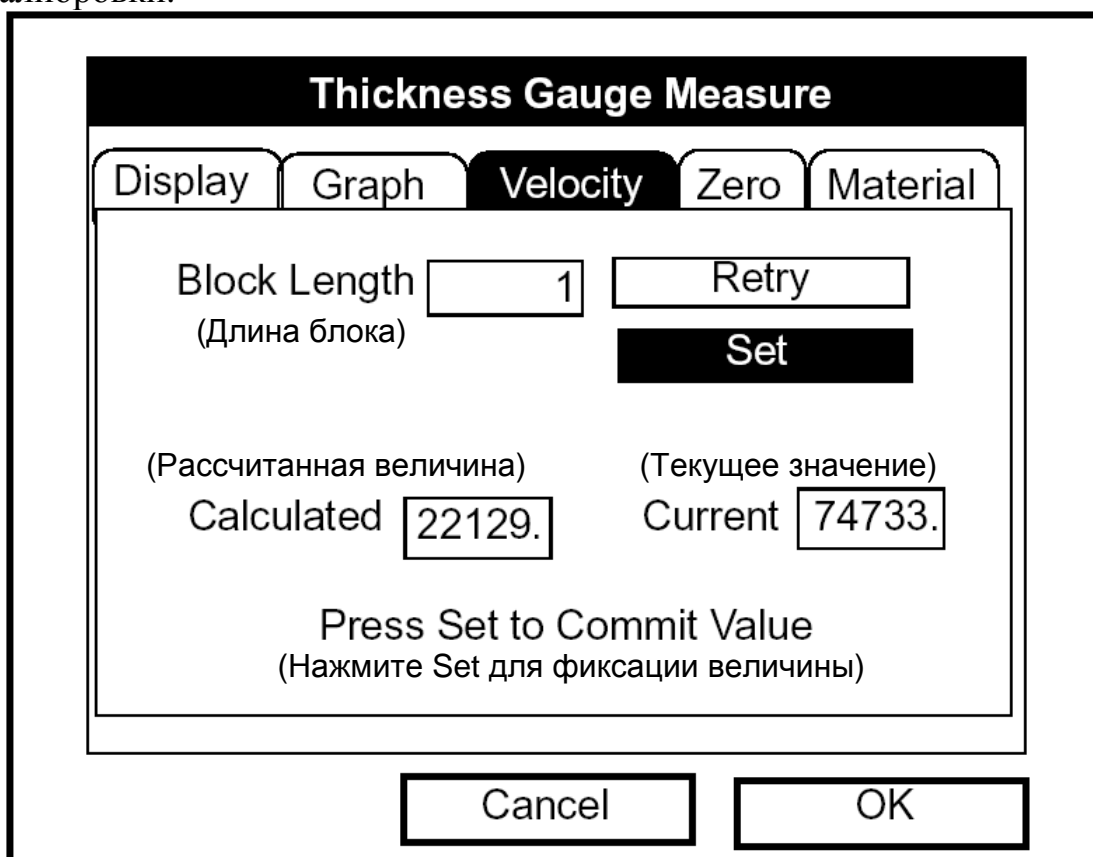

Рис. 9-11: Окно Velocity, отображающее рассчитанную и текущую величины
3. Подготовьте образец для калибровки, нанеся на его поверхность покрытие В, и нажмите клавишу [ENTER]. При этом появится экран, подобный рис. 9-11, который приведен ниже.